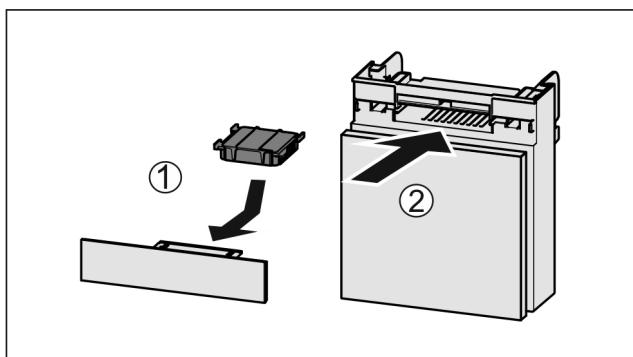

Fig. 60
- Filtr s aktivním uhlím vložte podle vyobrazení Fig. 60 (1).
- Zásuvku zasuňte Fig. 60 (2).